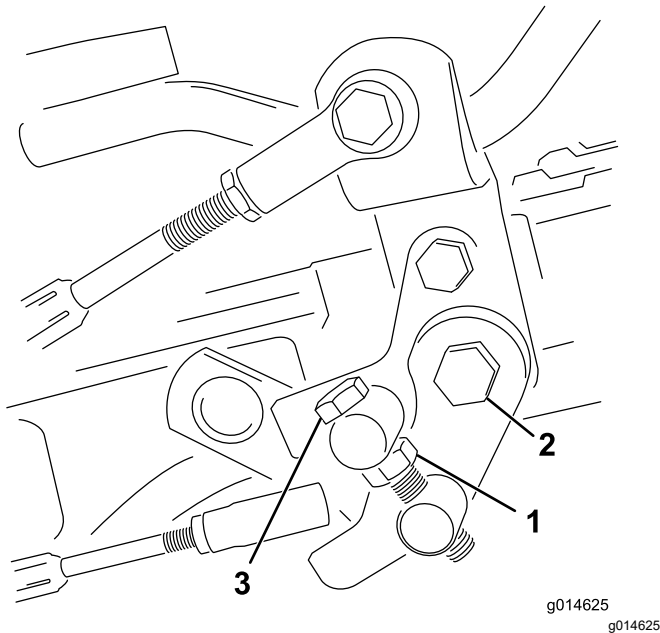

Figura 49
1. Allentate il controdado sul bullone di articolazione (Figura 49).
4. Serrate il controdado sul bullone di articolazione e il dado sul perno del pedale per fissare la regolazione (Figura 49). Controllate la messa a punto, e all'occorrenza ripetete la regolazione.